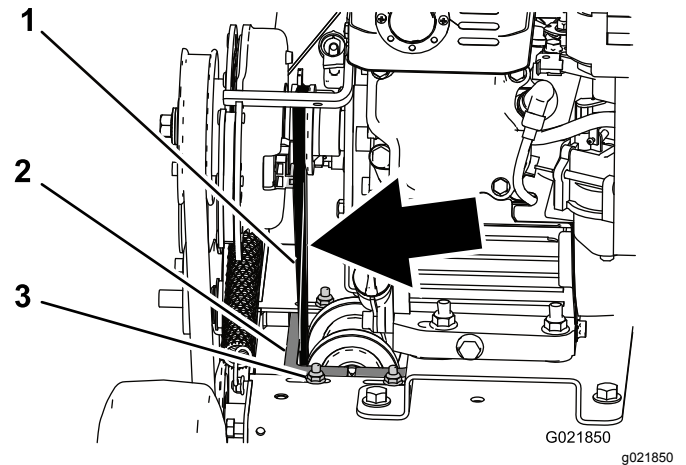

Bild 26
5. Lösen Sie zum Anziehen des Riemens die 4 Befestigungsmuttern und -schrauben, mit denen der Riemenscheibenträger am Rahmen befestigt ist, und versetzen Sie den Träger nach links, um den Riemen zu spannen; befestigen Sie dann die 4 Befestigungsmuttern und -schrauben (Bild 26).
4. Prüfen Sie die Spannung des Riemens. Er sollte sich bei geringem Fingerdruck auf den Bereich über dem Maschinenrahmen höchstens 6 mm durchbiegen (Bild 26).